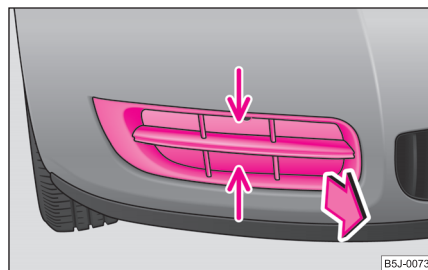

Fig. 176 Bara de protecție față: Grilajul protector
- Apucați grilajul de protecție de locul marcat cu săgeată și scoateți-l ⇒ fig. 176.